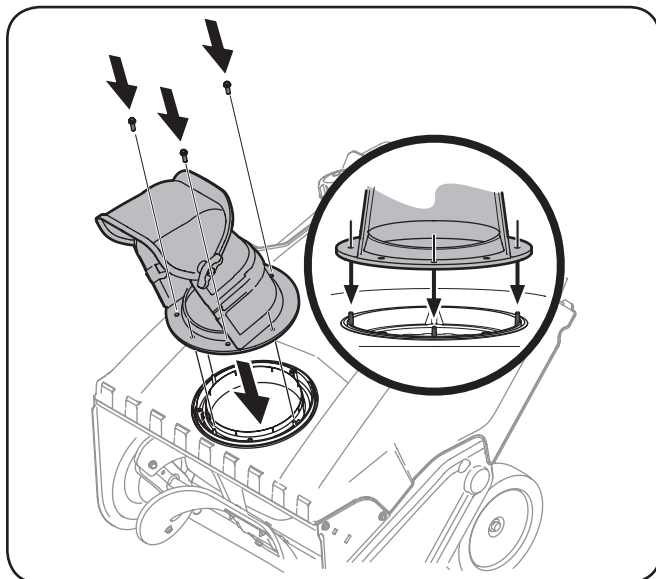

Figura 3-4
2. Alinee los orificios de la base del canal con los orificios del canal inferior y sujételo con los tornillos para arandela hexagonal que extrajo anteriormente. Vea la Figura 3-4.